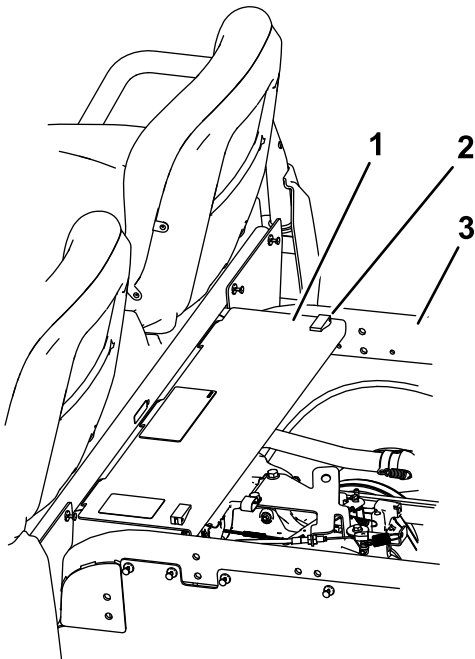

Figura 2
8. Retire la cubierta del panel trasero del bastidor abriendo los enganches y levantando la cubierta del bastidor trasero (Figura 2).